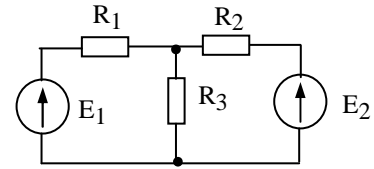

Рис. 1.4.12
1.4.12. В схеме (рисунок 1.4.12) определить методом узлового напряжения токи во всех ветвях, если: $R_1=2$ Ом, $R_2=5$ Ом, $R_3=10$ Ом, $E_1=66$ В, $E_2=35$ В. Составить баланс мощностей.